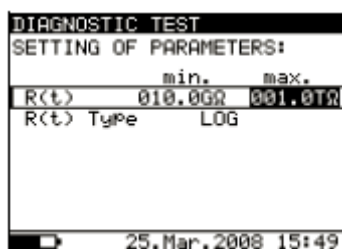

Рис. 18. Меню настроек функции Graph R(t)
- Нажмите клавишу **SELECT** для настройки параметров в функции **Graph R(t)**, см. рисунок 18. Для возврата в основное меню настроек функции **Diagnostic Test** нажмите клавишу **ESC**.